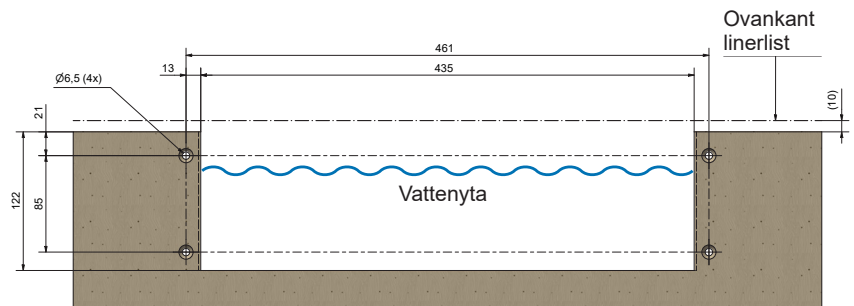

Bild 3.
1. Gör ett hål i stommen för bräddavloppet, mått och placering enligt bild 3.
4. Avrinningsröret (14) limmas i muffen (15) med lämpligt PVC-lim och monteras i bräddavloppet med medföljande packning och nippel (16). Anslut rörkopplingar till överbräddningen.
6. Montera klaffluckan (17) och kontrollera att den sitter korrekt på plats och kan röra sig.
7. Fäst den självhäftande packningen (7) på bräddavloppets framkant (mot poolen).
10. Montera den yttre packningen (9) och fästramen (10) - fäst först, dra sedan fast korsvis.
11. Skär rent linern försiktigt längs fästramens (10) insida.